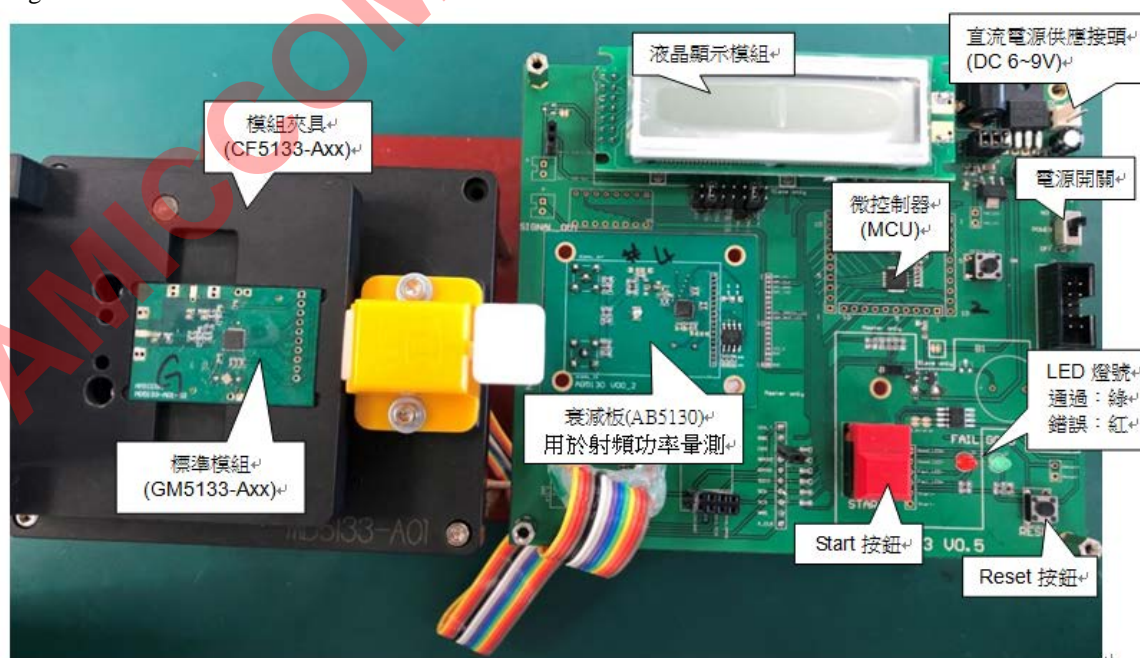

Figure 2. 主測試板、模組夾具 各組件
- (1) 功能：此測試板使用一微控制器(MCU)控制信號流向及整個測試流程。
- (2) 組成：液晶顯示模組、微控制器(MCU)、模組夾具(CF5133-Axx)及用於射頻功率量測的衰減板(AB5130)，如圖 Figure 2。
- (1) **功能**：帶探針的待測模組支架，用以承載待測模組。不同的模組需要應用不同的模組夾具來做測試。我們以模組夾具之編號末二位數來辨別此夾具是用於不同之模組。例如：CF5133-Axx。
- (2) **組成**：包含標準模組的待測模組夾具(CF5133-Axx)。請參考圖 Figure 2 之模組夾具。